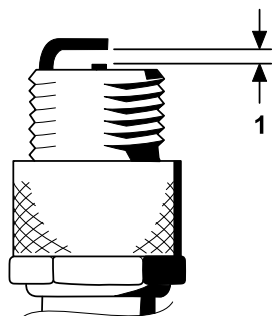

Figura 44
4. Ajuste a folga existente entre a zona central e lateral do elétrodo para 0,76 mm, como se mostra na Figura 44.